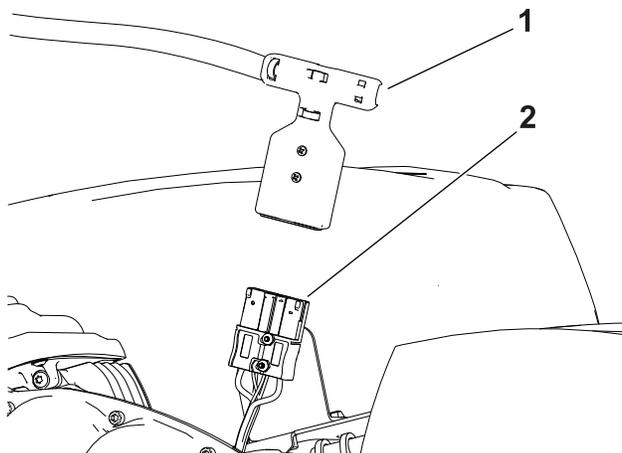

Figura 25
5. Desconecte la batería tirando del conector en T para desconectarlo del conector del suministro eléctrico principal (Figura 25).